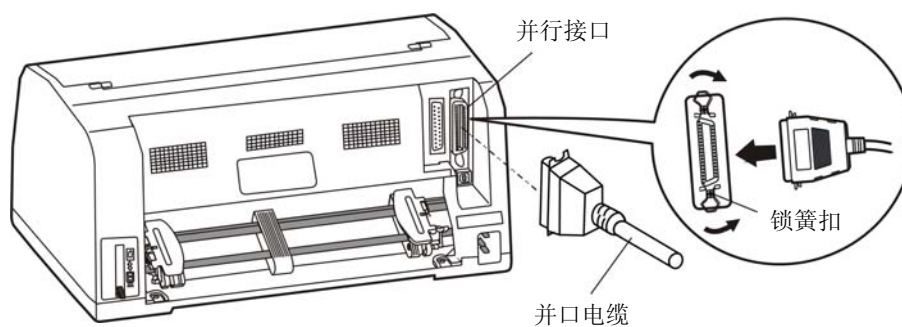
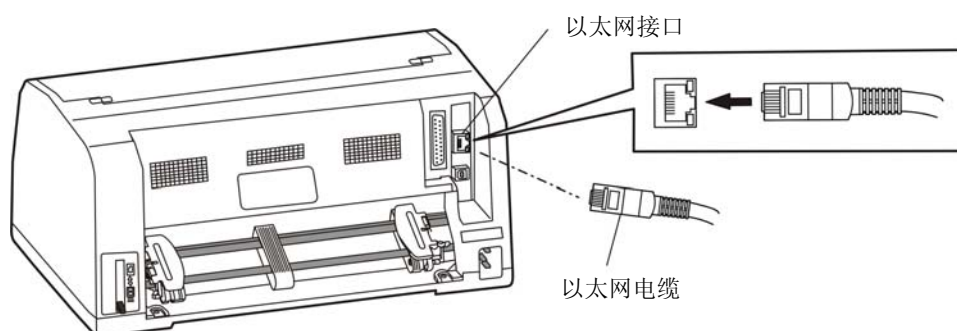
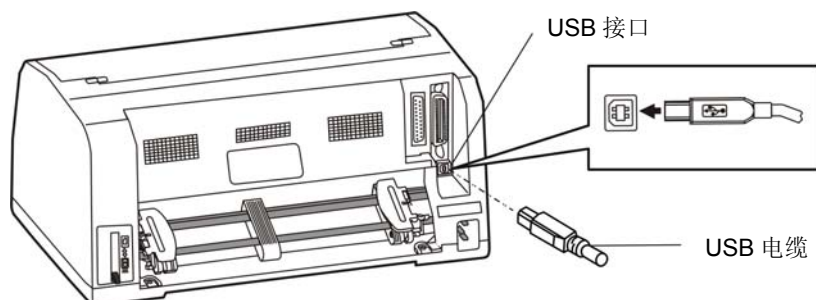
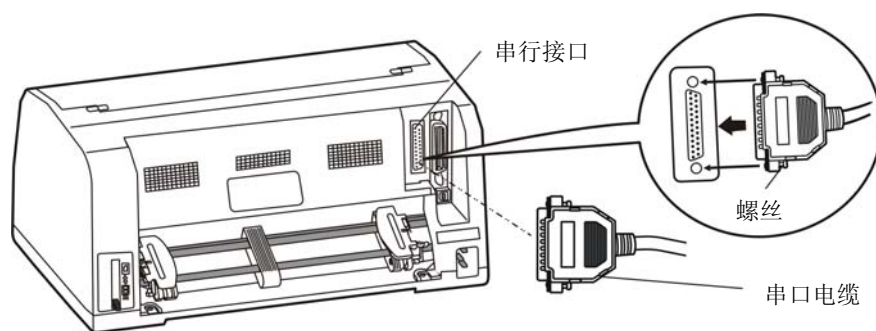

图 2-10 连接并口电缆
图 2-11 连接以太网电缆
图 2-12 连接 USB 电缆
图 2-13 连接串口电缆
本打印机可选配并行接口、以太网接口、USB 接口、串行接口或蓝牙（产品的具体接口配置，以实物为准）。请根据需要，用相应的接口电缆把打印机与计算机相连〔如图 2-10、图 2-11、图 2-12 和图 2-13 所示〕。
1. 关闭计算机与打印机的电源，将并口电缆插头连接到打印机的并行接口，扣上连接器两侧的锁簧扣，固定并口电缆（如图 2-10 所示）。
将以太网电缆的 RJ-45 水晶插头一端插进打印机的以太网接口插座中，另一端插头连接到局域网的接入端（如图 2-11 所示）。
1. 将 USB 电缆的 A 端插头（扁型）插进计算机的 USB 接口插座中（如图 2-12 所示）。
1. 关闭计算机与打印机的电源，将串口电缆插头连接到打印机的串行接口，拧紧两侧的螺丝，固定串口电缆（如图 2-13 所示）。